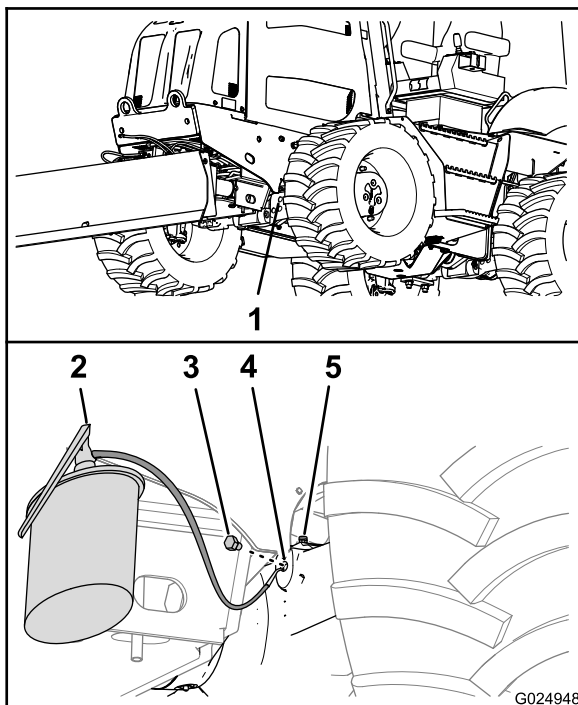
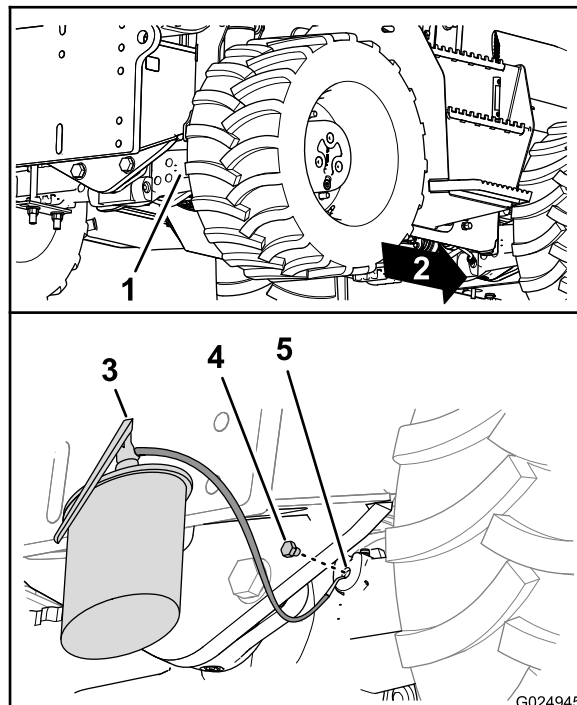

Figura 90
Figura 91
5. Instale los tapones de vaciado en los orificios de vaciado de las cajas de piñones (Figura 90 y Figura 91).
- Llene los ejes con el aceite especificado a través de la mirilla hasta que el aceite llegue a las roscas de la parte inferior del orificio (Figura 90 y Figura 91).
- Instale los tapones de llenado en las mirillas de las cajas de piñones de los ejes (Figura 90 y Figura 91).